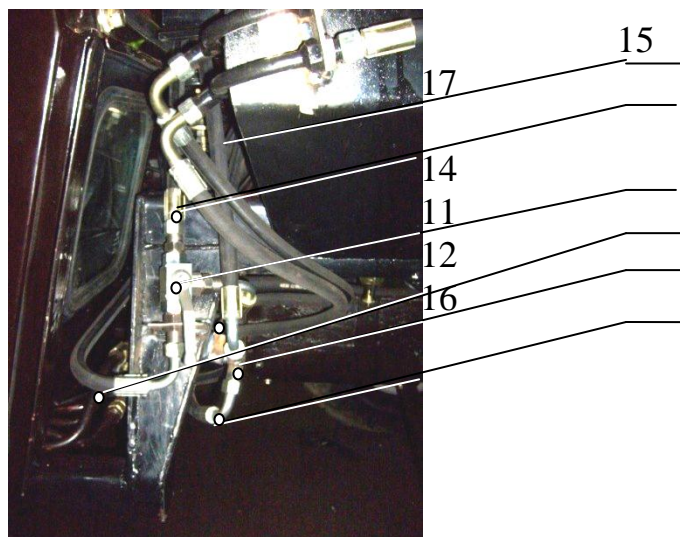

Рисунок 16. Установка Тройников и подключение РВД с врезкой в гидросистему ковшевых гидроцилиндров.
- соединить РВД поз.15 длиной 1500 (см. рис. 16) Тройник поз.12 с Трубопроводом ковшевых гидроцилиндров;
- соединить РВД поз.16 длиной 2200 (см. рис. 16) Гидросистему трактора с Тройником поз.12;
- соединить РВД поз.17 длиной 2200 (см. рис. 16) Гидросистему трактора с Краном поз.14.